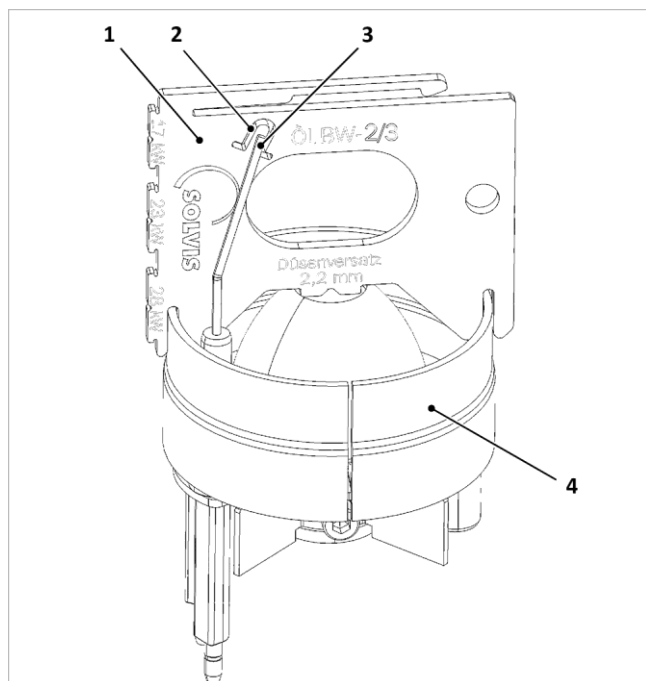

Fig. 150: Comprobación de los electrodos de encendido
1. Revise la distancia de los electrodos (3) tal y como se muestra en la → fig. 150 y, en caso necesario, corrija la doblándolos.
2. Revise la longitud mínima. El extremo inferior de la ventana de control (2) del calibre establece la longitud mínima de los electrodos de encendido. Si se supera solo ligeramente esta longitud, deberá sustituirlos.